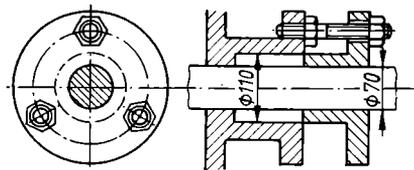

Bild 35
64. Eine Stopfbuchse zum Abdichten von 9 at Dampfdruck (Bild 35) hat die gegebenen Maße. Die drei Schrauben sind zu berechnen für eine zulässige Zugspannung von 200 kp/cm^2 . Die zusätzliche Kraft zum Zusammendrücken der Packung zwecks Dichtung berücksichtigt man dadurch, daß man mit dreifachem Dampfdruck rechnet.